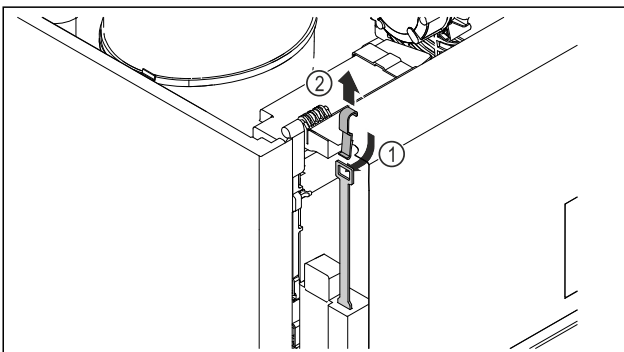

Fig. 209
- ▶ Tegye be a vészkioldó kulcsot felülről Fig. 209 (1), akassza be a zárba, és húzza felfelé Fig. 209 (2).